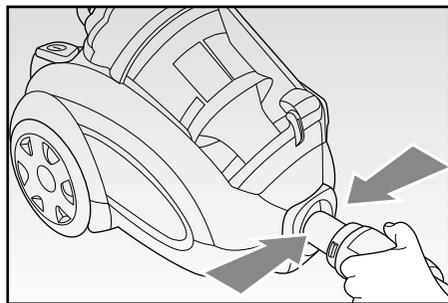

Fig. 2
- Inserire il manicotto (M) nell'apertura di entrata dell'aria (G) e premerlo fino allo scatto del blocco. Per rimuoverlo, è necessario premere contemporaneamente i due pulsanti di sblocco (P) ed estrarlo (Fig. 2).